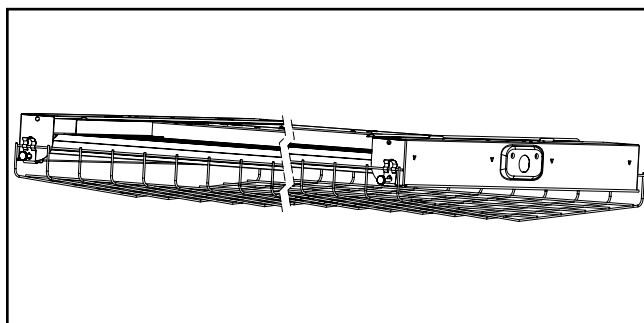

Figure 4.
5. Répétez les étapes 2 à 4 pour l'autre côté (Figure 4).